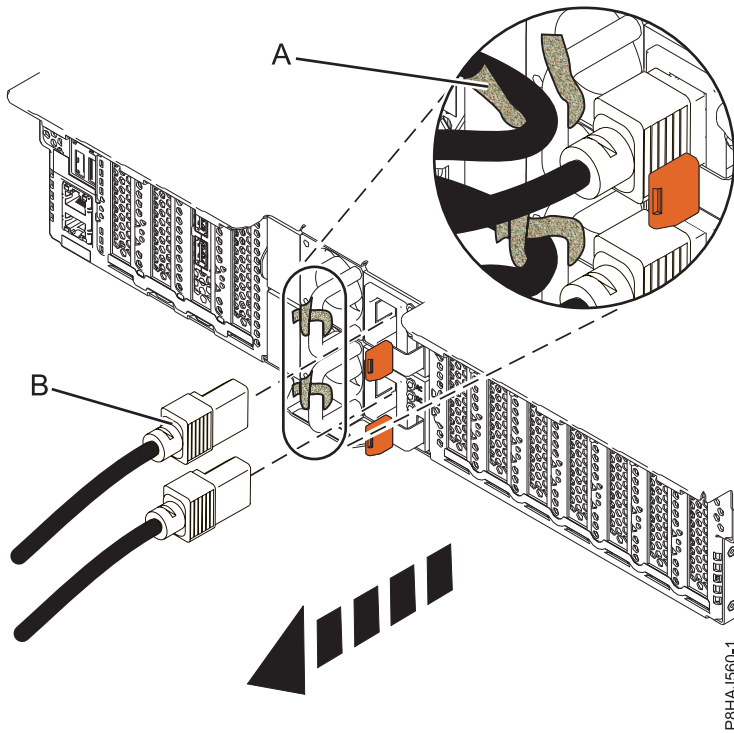
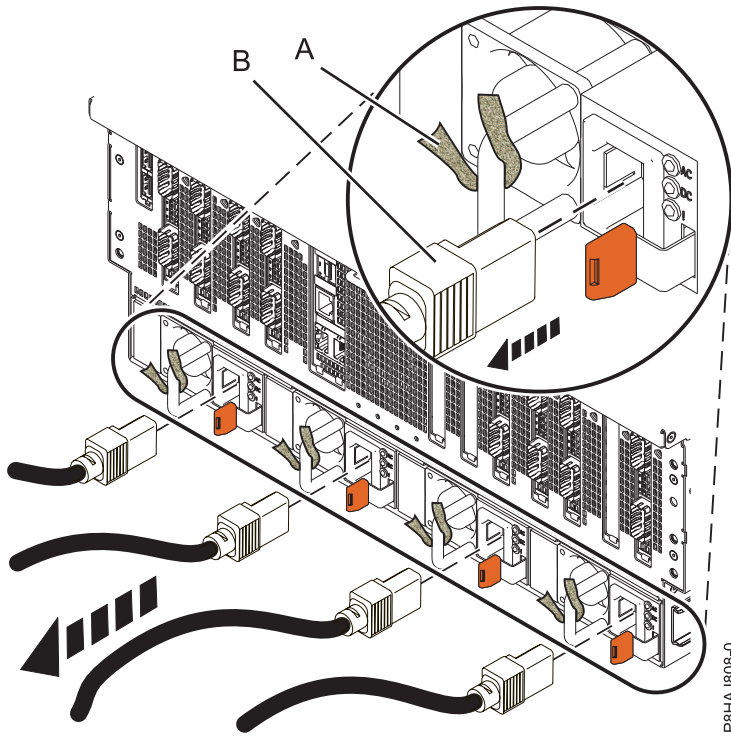

Figure 22. Retrait des cordons d'alimentation d'un système 5148-21L, 5148-22L, 8247-21L, 8247-22L, 8284-21A ou 8284-22A
Figure 23. Retrait des cordons d'alimentation d'un système 8408-44E ou 8408-E8E
3. Débranchez les cordons d'alimentation (**B**) de l'unité centrale. Voir les figures figure 21, à la page 41, figure 22, à la page 41 ou figure 23, à la page 42 selon le type de votre système.